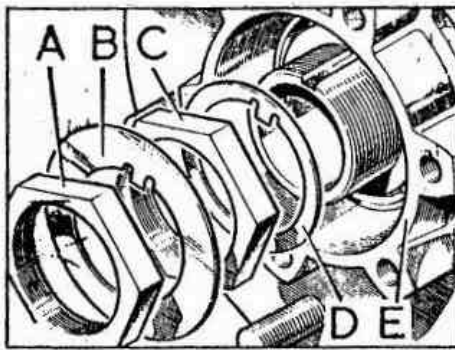

Fig. E -11 Elementos de fijación - del cojinete del buje
1.3. Soltar las tuercas de fijación del cojinete del buje (Fig. E -11).
- 4.2. Instalar la arandela con patilla, D (Fig. E -11) y la tuerca de ajuste, C, y ajustar el juego longitudinal del cojinete (Tarea E -4).